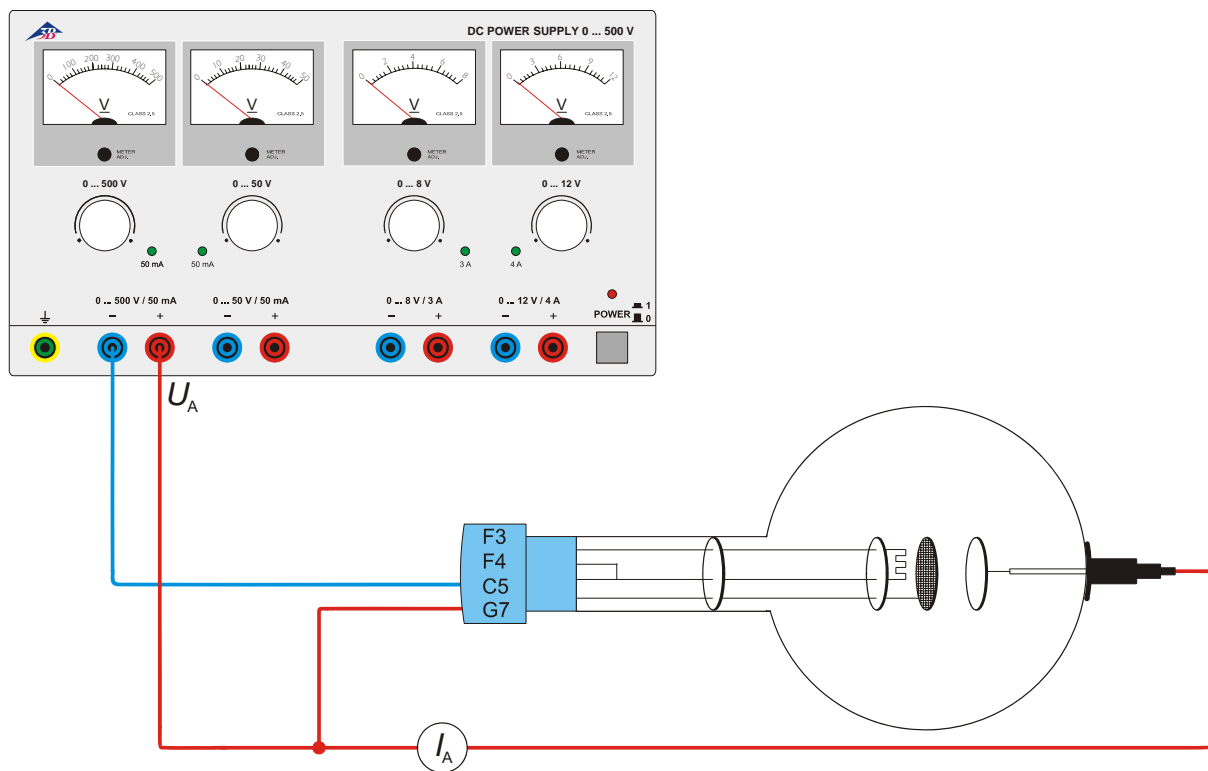

Fig.3 Décharge autonome
- Montez le circuit de la figure 3.